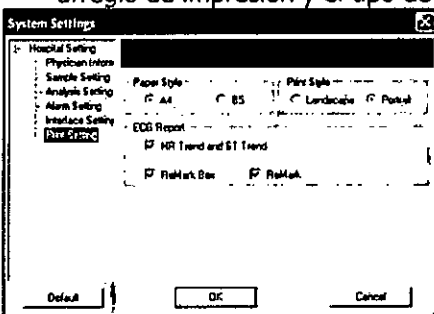

Imagen 6-29
- ◆ En la "Configuración de impresora", es posible seleccionar el tipo de papel (A4 o B5), el estilo de arreglo de impresión y el tipo de impresión de ECG (imagen 6-29)